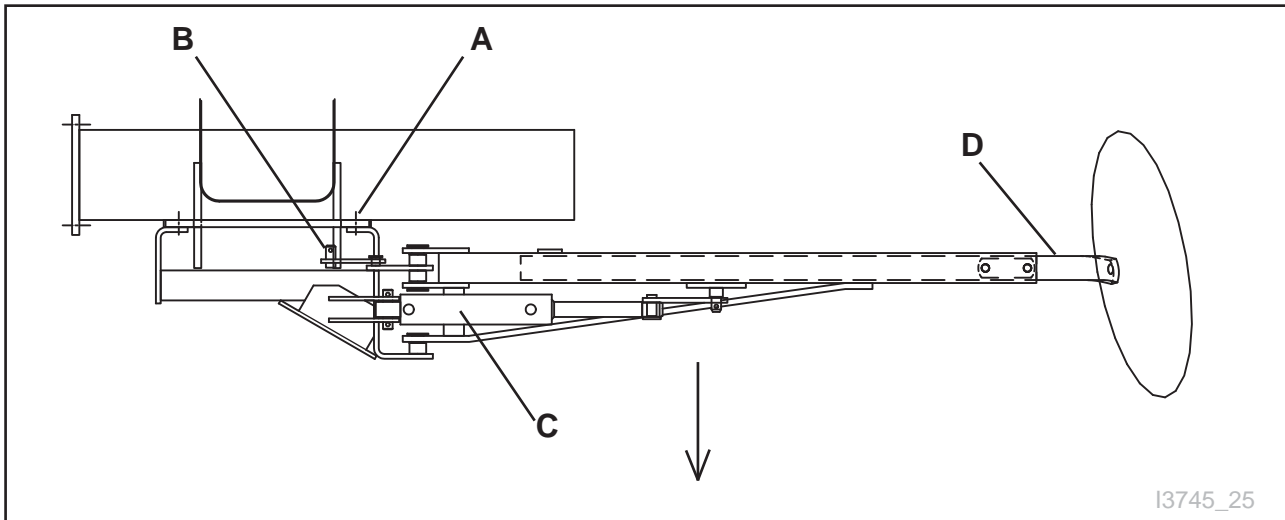

Fig. 27a
Adaptez les marqueurs gauches et droits à l'armature du planteur avec le boulon (A) et (B) et le cylindre du marqueur (C). Ajustez le disque de rouleau avec le bras télescopique (D). Le marqueur indiquera où le milieu du tracteur passera. Par la soupape de fermeture (D) la fonction du marqueur peut être arrêtée. En position de travail, la distance du milieu du planteur au marqueur devrait être 4 fois (x 4) la largeur du rang. **Fig. 27a**